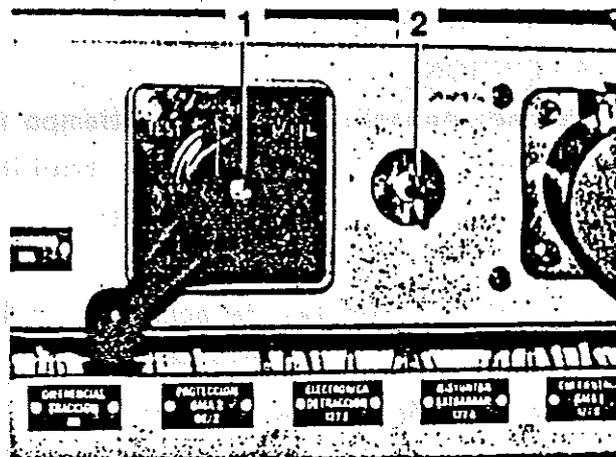

Figura 41 Conmutador-seccionador de la electrónica, pared trasera de la cabina de conducción
- Llevar el conmutador-seccionador de la electrónica (Figura 41/1) a la posición SOCORRO.
- Extraer la llave de seguridad negra (Figura 41/2).